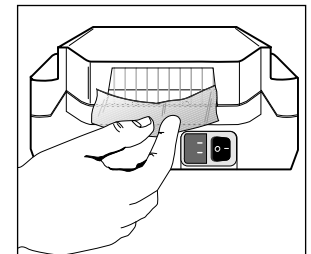

Figura 10
2. Para la limpieza semanal, quite el filtro de espuma del marco **Figura 10**.